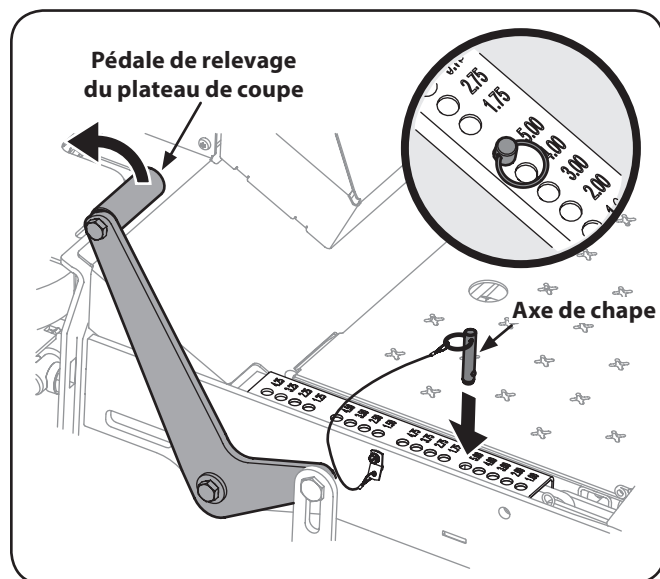

Figure 3-1
2. Utilisez la pédale de relevage du plateau de coupe pour relever le plateau de coupe à la plus haute position. Fixez le plateau de coupe avec l'axe de chape qui est attaché à l'appareil. Voir Figure 3-1.